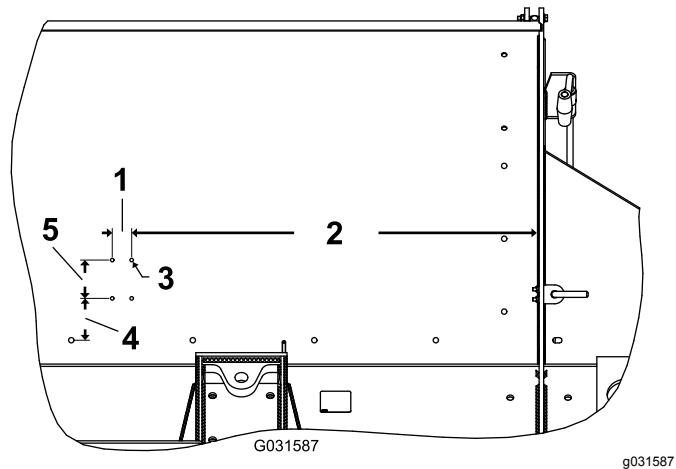

Figura 18
1. Faça 4 furos de montagem (7 mm) na parte lateral do dispositivo de recolha. Consulte a Figura 18 para obter as dimensões de perfuração.